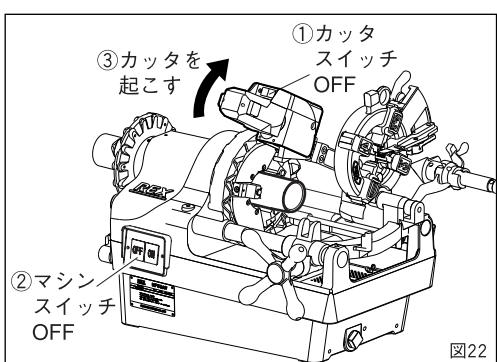

図22
4.切断終了(図22)
- ① まずカッタのスイッチをOFFにしてから、マシンのスイッチをOFFにします。
- ② 刃物とパイプの回転が停止したのを確認してから、カッタを起こしてください。